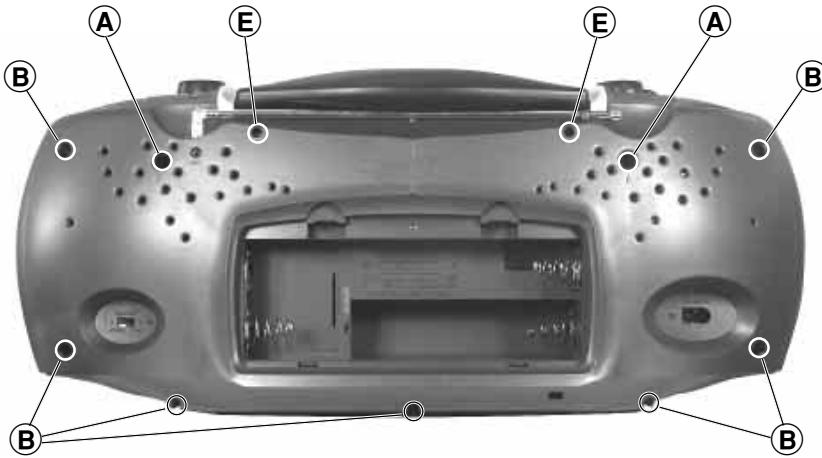

Fig. 1
- 2 Schrauben **A** (lang) und 7 Schrauben **B** (kurz) herausdrehen (Fig. 1).
3. Chassis ausbauen, (Fig. 1 und 4)
- 2 Schrauben **E** herausdrehen (Fig. 1).
- Undo 2 screws **A** (long) and 7 screws **B** (short) (Fig. 1).
3. Removing the Chassis, (Fig. 1 und 4)
- Undo 2 screws **E** (Fig. 1).